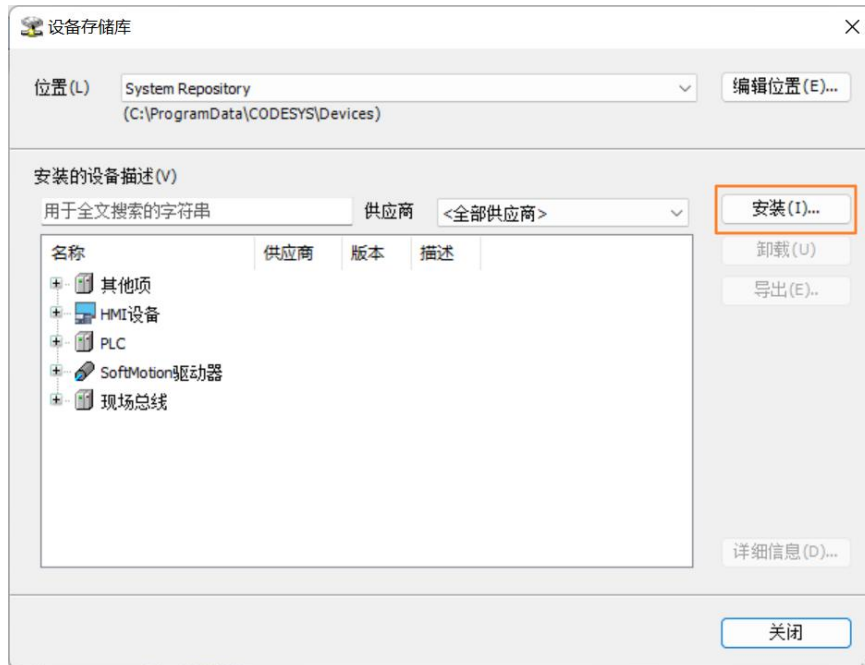

图 1.12 设备库安装（2）
在图 1.12 所示的设备存储库弹出框中点击“安装 (I) ...”，按照已下载的设备库文件